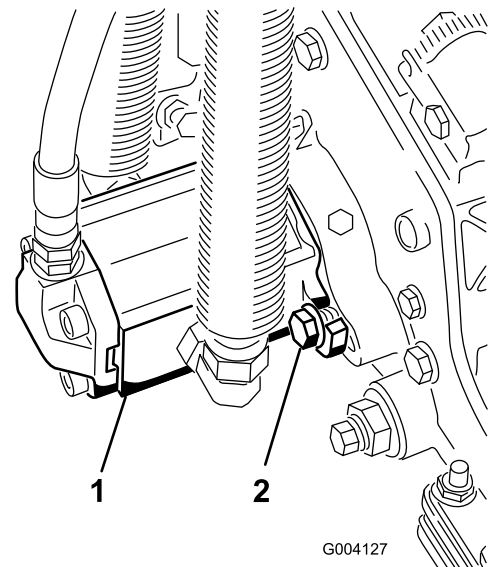

Bild 11
15. Montieren Sie den Motor; drehen Sie ihn nach rechts, damit die Motorflansche nicht die Kopfschrauben berühren (Bild 11). Drehen Sie den Motor nach links, bis die Flansche die Kopfschrauben umgeben. Ziehen Sie die Schrauben dann an.